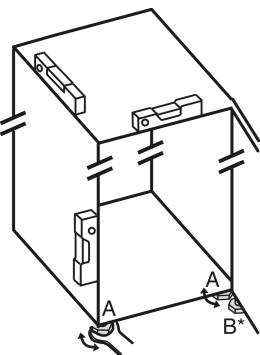

Fig. 5
- Atornillar las patas regulables Fig. 5 (A) con la llave fija adjunta y un nivel de burbuja hasta que el electrodoméstico quede bien alineado y nivelado.
- Desenroscar la pata regulable Fig. 5 (B) en el soporte de cojinete con la llave fija adjunta hasta que se pose en el suelo.
- Girar la pata regulable Fig. 5 (B) 90° más.